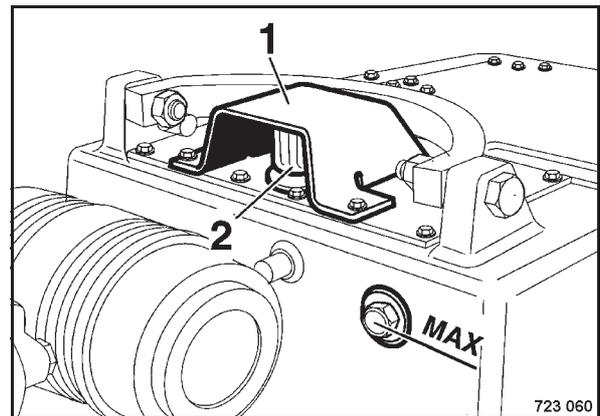

Bild 107
- Ölstand im Hydrauliköltank am Schauglas (Bild 107) prüfen.